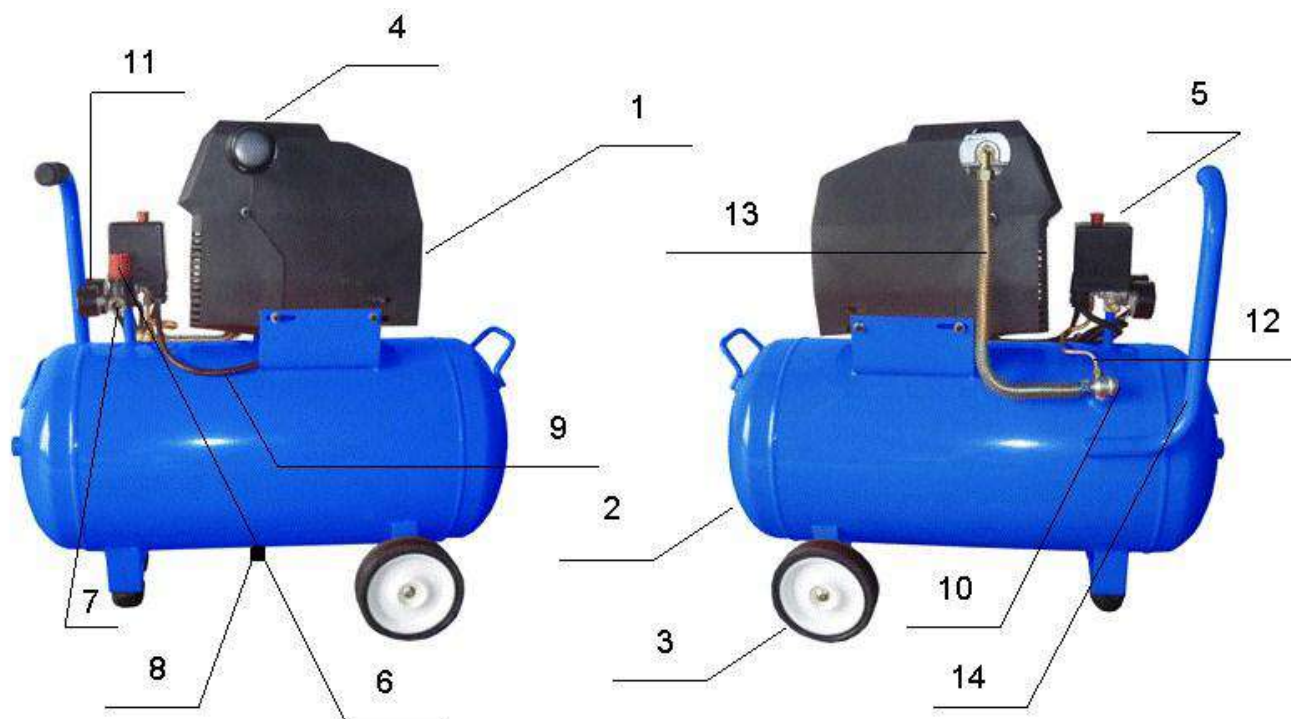

Рис. 1. Общий вид компрессорной установки
2.4.1 Компрессор состоит из следующих основных сборочных единиц и деталей приведенных на Рис.1.